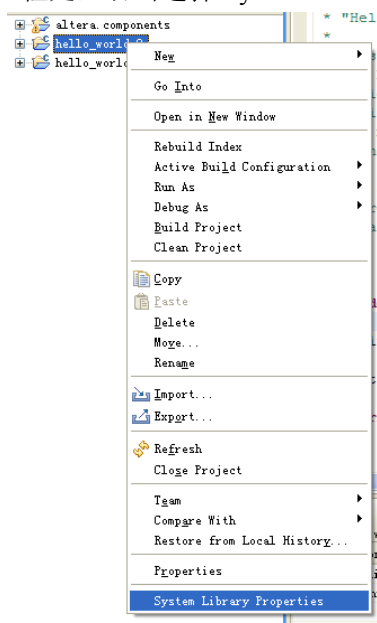

图 6-13 选择 System Library Properties
17. 在左侧 hello_world_0 工程处，右击选择 System Library Properties，如图 6-13。